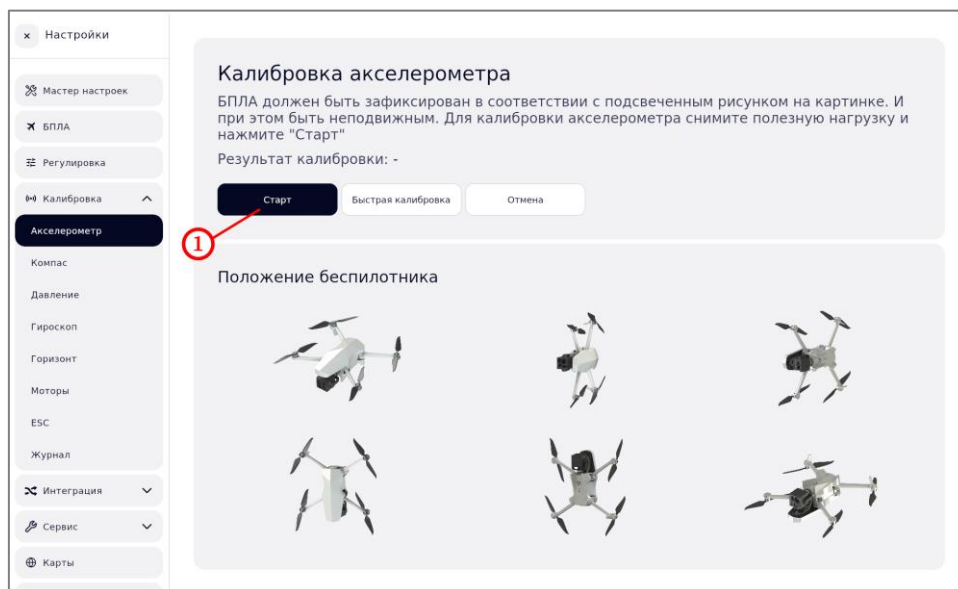

Рисунок 40 – Экран калибровки акселерометра
2. Нажать на кнопку «Старт» (рисунок 40, шаг 1).